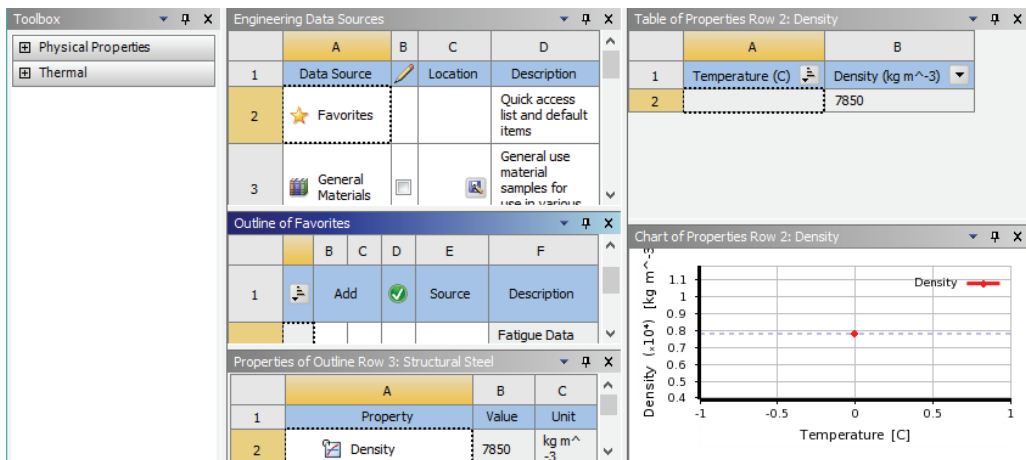

图 22-3 工程数据库界面
2) 在界面的空白处单击鼠标右键, 在弹出快捷菜单中选择 Engineering Data Sources, 此时原界面窗口中的 Outline of Schematic A2: Engineering Data 消失, Engineering Data Sources 及 Outline of Favorites 窗口将出现, 如图 22-3 所示。